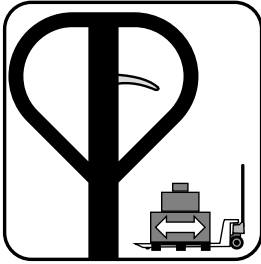

Fig. 7 – Transportando la carga
- b. Coloque la palanca en el centro para transportar la carga. (fig. 7).